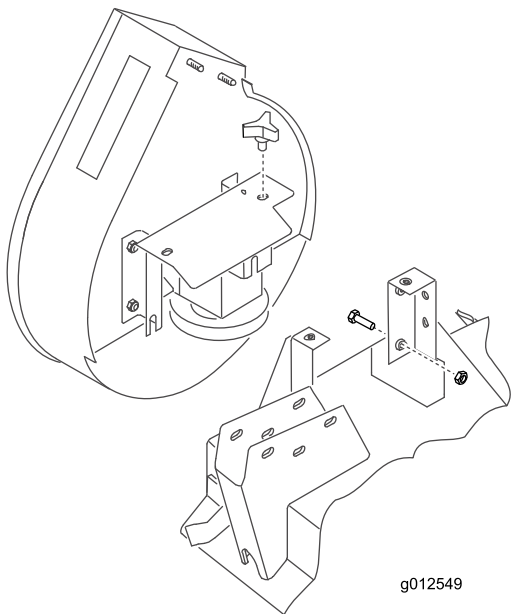

図 21
2. ブローを取り付けブラケットの整列用スタッド 図 21 入れてベルトをブロープーリに掛け回す。